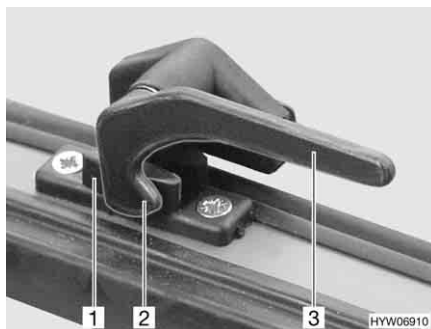

Fig. 49 Leva di serraggio in posizione "Chiuso"
- Ruotare la leva di serraggio (Fig. 49,3) di un quarto di giro verso il centro della finestra.
- Ruotare la leva di serraggio (Fig. 49,3) di un quarto di giro verso il telaio della finestra. Il nasello di chiusura (Fig. 49,2) si trova sul lato interno della chiusura della finestra (Fig. 49,1).
- In posizione "completamente chiusa" (Fig. 49)